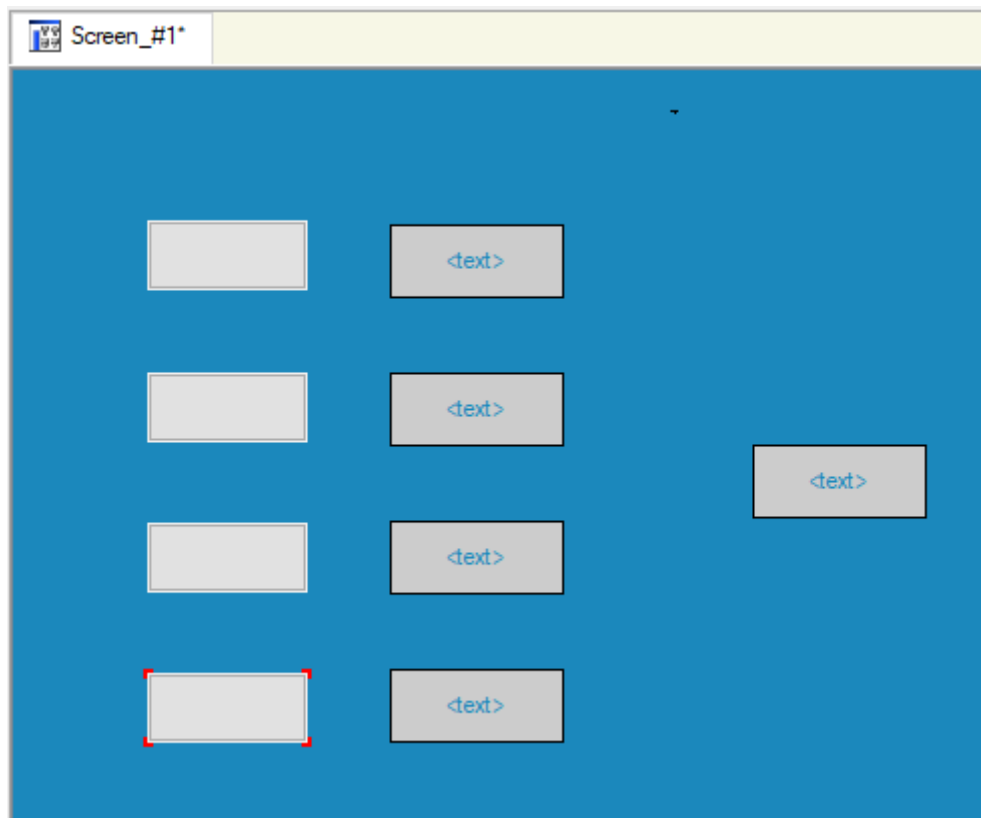

Рисунок 6 – Розташування на екрані ГЕ **Кнопка**
1.4 Ввести до складу графічного екрана засіб, що дозволяє реалізувати ввід з клавіатури числових значень вхідних змінних X_1 , X_2 , X_3 , X_4 . Вибрати послідовно на інструментальній панелі графічного редактора чотири ГЕ  **Button** (Кнопка) та розмістити їх на екрані, як показано на рис. 6.